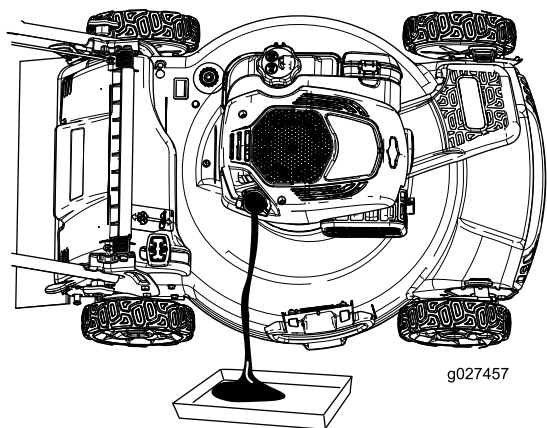

Рисунок 33
7. Переверните машину на одну сторону так, чтобы маслозаливная горловина была направлена вниз, для слива отработанного масла через маслозаливную горловину на поддон для сбора масла (Рисунок 33).